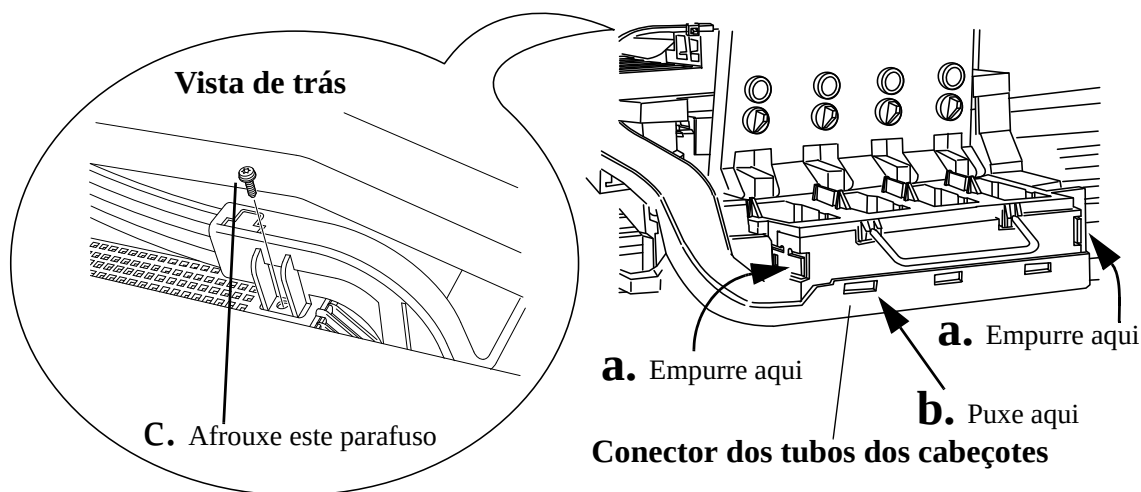

Figura 39: Conjunto do cortador
Para os passos 3 e 4, consulte a Figura 39.
4. Remova o o conector dos tubos dos cabeçotes (ver a Figura 39).